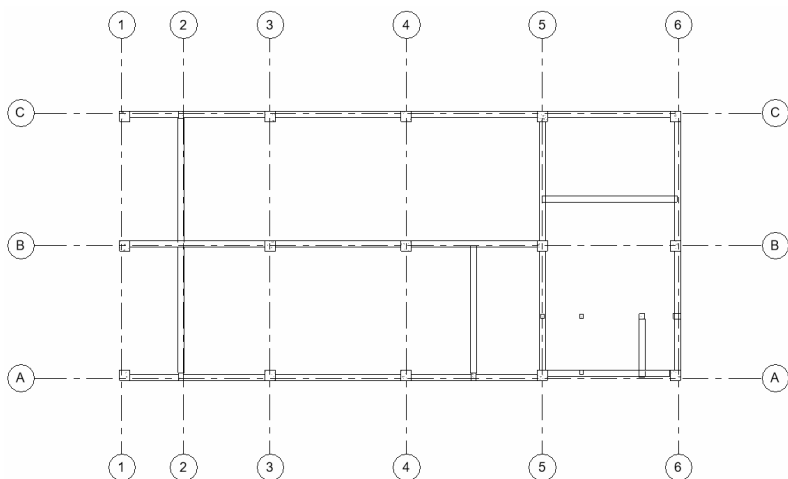

图 15-39 绘制“300×700mm”梁
(6) 根据轴网和柱,绘制如图15-39所示的“300×700mm”梁。